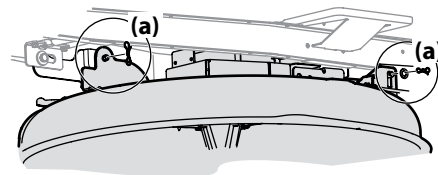

Figura 4-10
- Extraiga los pasadores de chaveta con unión curva (a) que aún están sujetando la plataforma al tractor cortacésped, como se indica en la Figura 4-10.